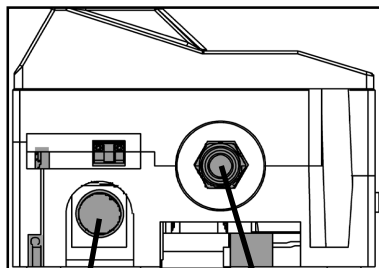

Bild 8
- Das DN 50 Ablaufrohr des Gerätes (siehe Untenansicht Bild 8.) über eine freie Fallstrecke von mindestens 50 mm und einem nachgeschalteten DN70-Trichter in Kanal oder Hebeanlage einleiten.
- Gummi-Saugschlauch dicht und fest mit dem Gegenstück (IG) der 3-teiligen-Verschraubung vom Regenmanager verbinden.
- Gummi-Saugschlauch dicht und spannungsfrei mit der 3-teiligen-Verschraubung des Regenmanagers verbinden, siehe Bild 8.